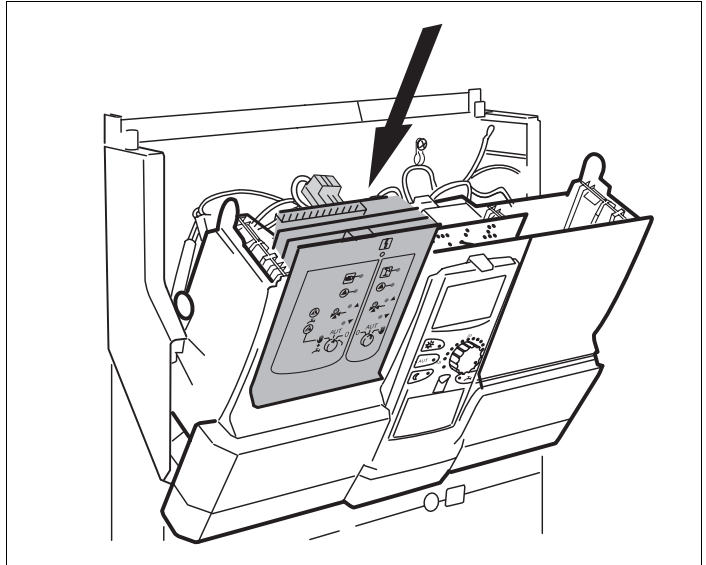

Fig. 6 Introducerea modului
- Modul nou se introduce de sus în soclul liber prin apăsare pe rigleta de senzori (fig. 6), până se blochează vizibil.